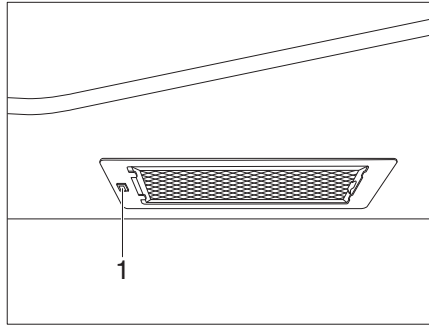

Fig. 313 Hotte aspirante
- Allumer et éteindre la hotte aspirante avec l'interrupteur (Fig. 313,1).